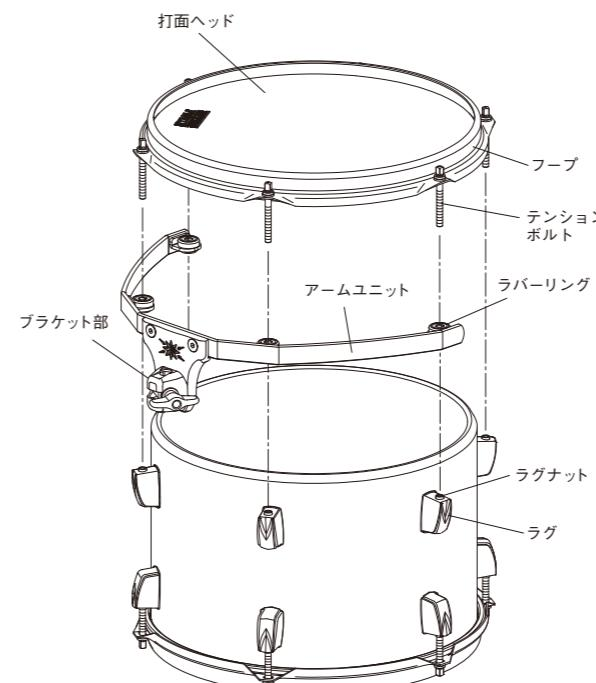

図 2-1B
- * 新しいヘッドをタムタムに乗せ、図2-1Bのようにテンションボルトがフープからラバーリングを貫通してラグナットに入るようになります。